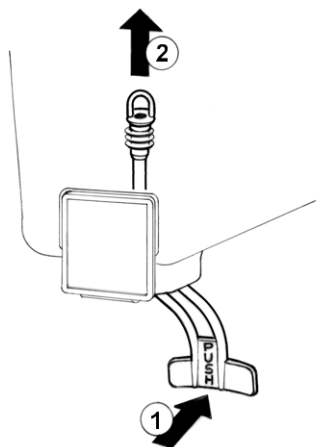

figura 3
5 Grifo con tubo de goma: empujar la palanca mando grifo (1) y sacar (2) el tubo goma de salida desde su situación vertical en el fondo del contenedor (ver figura 3).